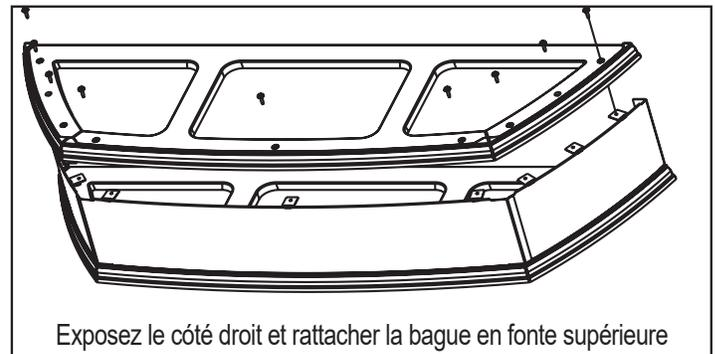

Figure 23.4
5. Retournez ensuite l'anneau en fonte et fixez-y l'anneau en fonte supérieur. **Figure 23.4.**